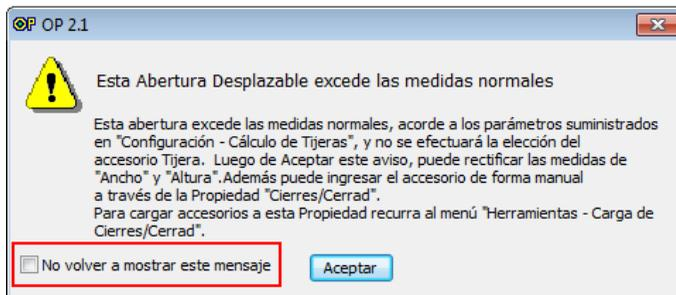

Figura 12.38 – Casilla No Volver a Mostrar Mensaje
- **MENSAJES *Mostrar todos los mensajes del Sistema:*** Determina si el sistema debe mostrar los mensajes de advertencia o ayuda que tiene incorporado. Estos son anuncios que el Usuario avanzado podrá prescindir con el solo hecho de tildar el respectivo chequeo (*Figura 12.38*). Al optar en esta opción de Mensajes por *Sí*, se activan todos los mensajes aunque hayan sido tildados por el Usuario.